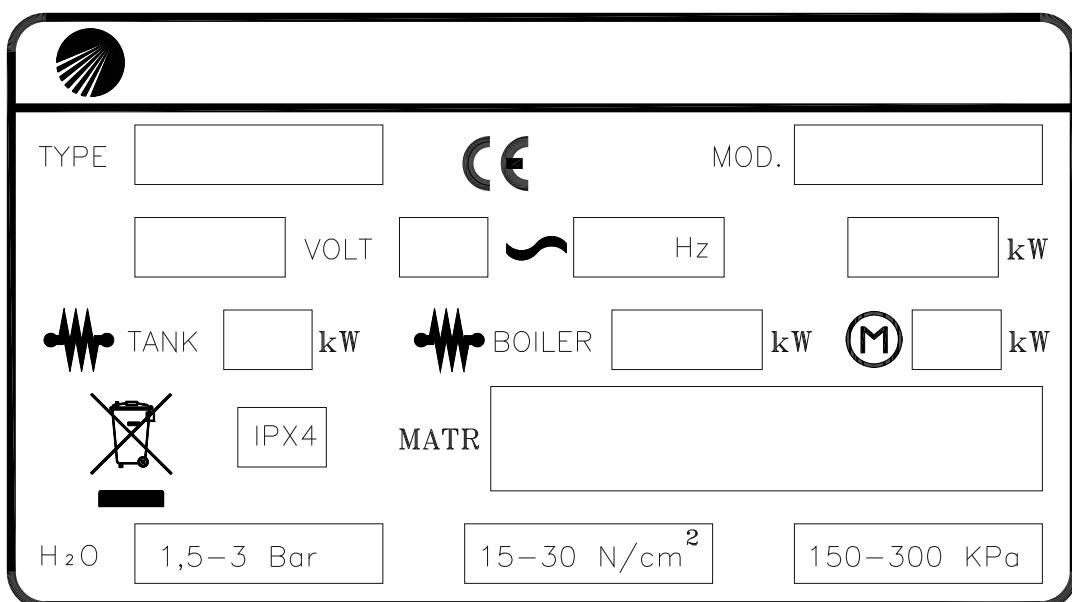

Fig. 1-1
- La targhetta caratteristica (Fig. 1-1) si trova sul fianco dx della macchina. Essa contiene tutti i dati necessari per l'installazione.
- The specifications tag (Fig. 1-1) is placed on the right-hand panel of the machine. It contains all the necessary data to install the appliance.
- Das Maschinenschild (Bild. 1-1) befindet sich an der Rechtseite des Gerätes. Es enthält alle für die Aufstellung notwendigen Daten.
- La plaque (Fig. 1-1) comportant les caractéristiques de l'appareil est placée sur le côté droit. Elle indique toutes les données nécessaires à la mise en place de la machine.
- La placa de características (Fig. 1-1) está ubicada en el flanco derecho de la máquina. Contiene todos los datos necesarios para la instalación.
- A etiqueta com os dados técnicos (Fig. 1-1) está localizada na lateral direita da máquina. Tal etiqueta contém todos os dados necessários para a instalação.
- Het typeplaatje (Afb. 1-1) bevindt zich aan de rechterkant van de machine. Hier staan alle gegevens op die benodigd zijn voor de installatie.